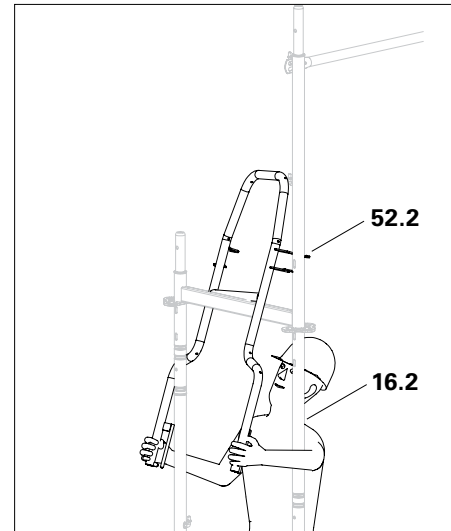

Abb. A3.15
2. Mit Außenhand um das Außenrohr (16.2) des Easyrahmens EVF herumgreifen und vorlaufendes Stirngeländer am Rohrende fassen. (Abb. A3.15)
3. Vorlaufendes Stirngeländer halb herunterschwenken und Gabel (52.2) über das Außenrohr einhaken. (Abb. A3.15)